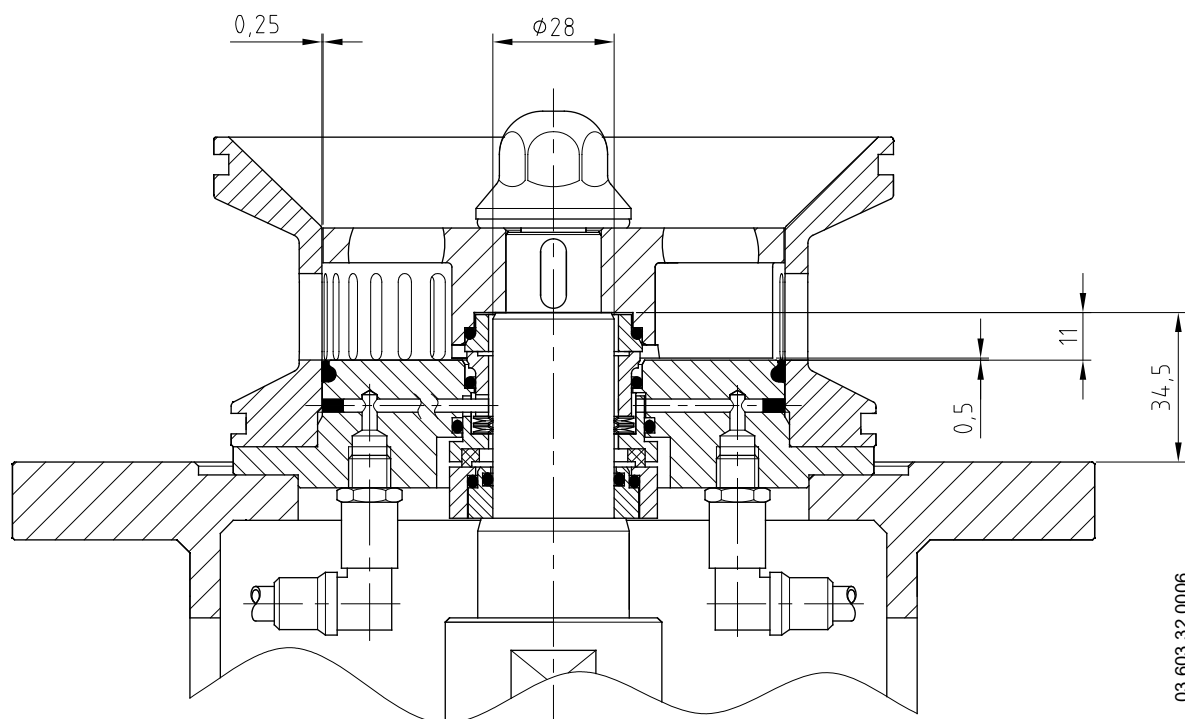

Рис. 8.3 Монтажные размеры для двойного торцевого уплотнения для размера ME-6103/6105/6110 RE.
- Отсоедините фитинги от крышки торцевого уплотнения (03).
- Чтобы демонтировать ротор (21), удерживайте вал (05) с помощью гаечного ключа, размещенного на его плоских гранях, и используйте трубчатый ключ, чтобы снять гайку (45), ударив киянкой в направлении против часовой стрелки; уплотнительное кольцо (80B) будет снято вместе с гайкой.
- Снимите первую вращающуюся часть ротора (21) и первую вращающуюся часть двойного торцевого уплотнения (08).
- Снимите шпонку (61) с вала (05).
- Ослабьте и снимите входное и выходное соединения (92) системы охлаждения с крышки уплотнения (03).
- Снимите крышку уплотнения (03), вывинтив соответствующие винты с шестигранным шлицем (51). Снимите первую неподвижную часть двойного торцевого уплотнения (08), которая прикреплена к крышке уплотнения (03).
- Снимите уплотнительное кольцо (80) с крышки уплотнения (03).
- Ослабьте штифты (55) вала (05) и отделите его от привода (93).
- Оставшиеся части двойного торцевого уплотнения (08) будут сняты вместе с валом. Снимите вторую неподвижную часть двойного торцевого уплотнения (08) вместе с его пружиной и позиционерами (ME-6125/6130 RE), затем ослабьте штифты (55A) кожуха уплотнения (13) и снимите
вторую вращающуюся часть двойного торцевого уплотнения (08) вместе с соответствующим уплотнительным кольцом (80С). (См. рис. 8.3 и 8.4)
- Снимите брызговое кольцо (82) и кольцо V-образного сечения (81) с вала (05).
- В завершение снимите двигатель (93) с фонаря (04), сняв винты (52А), шайбы (53А) и гайки (54А).
- В модели *ME-6125/6130 RE* снимите с нижней части фонаря (04) защитную крышку (47А) и специальное уплотнение (18).
- В модели *ME-6125/6130 RE* снимите опорную плиту (42), а также винты с потайной головкой (50А), шайбы (53) и гайки (54) с фонаря (04).
- Разместите уплотнительное кольцо (80C) на кожухе (13) и закрепите его на валу (05), используя штифты (55A).
- Разместите вторую вращающуюся нижнюю часть двойного торцевого уплотнения (08) с его уплотнительным кольцом на кожухе уплотнения (13) таким образом, чтобы выемка на уплотнении совпала с установочными винтами (55A).
- Подключите соединения системы охлаждения (92) к крышке уплотнения (03).
- Разместите уплотнительное кольцо (80) в крышке (03).
- Разместите уплотнительное кольцо, пружину и неподвижную часть второго нижнего торцевого уплотнения (08) в крышке (03), убедившись в том, что выемка уплотнения совпадает с позиционерами крышки (03). (См. рис. 8.3)